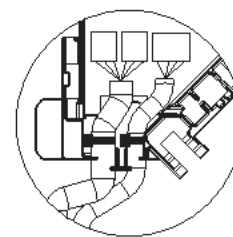

Fig. 10-15
- Accertarsi che il nastro per il fissaggio dei cavi di giunzione dell'i-See sensor e del ricevitore di segnale sia posizionato all'interno della scatola dei connettori. (Fig. 10-15)